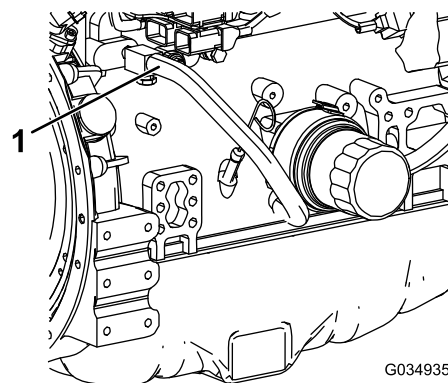

Figura 92
7. Togliete il flessibile del refrigerante dal radiatore dell'olio del motore (Figura 92).